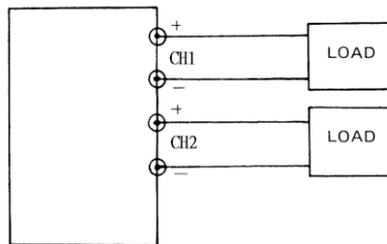

Figure 5 Fonctionnement en mode indépendant
- Brancher le dispositif à tester sur les bornes + et - , en respectant les polarités, selon la figure 5